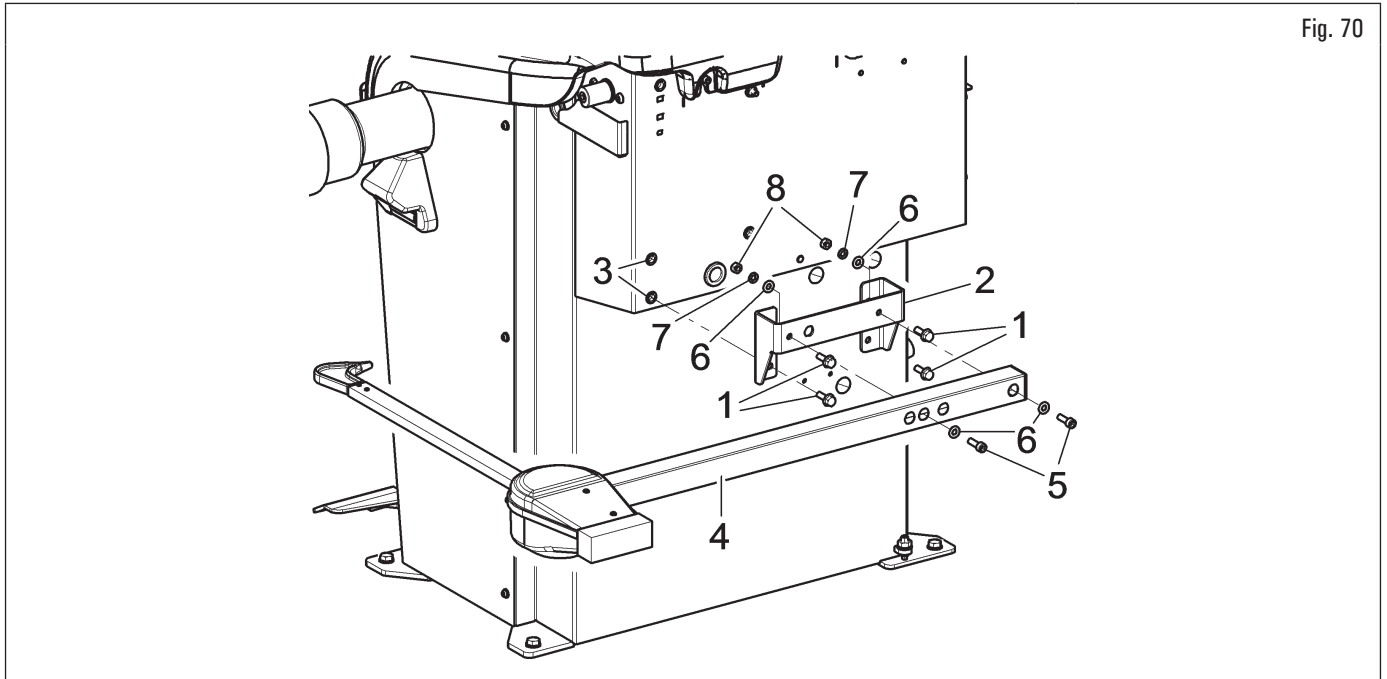
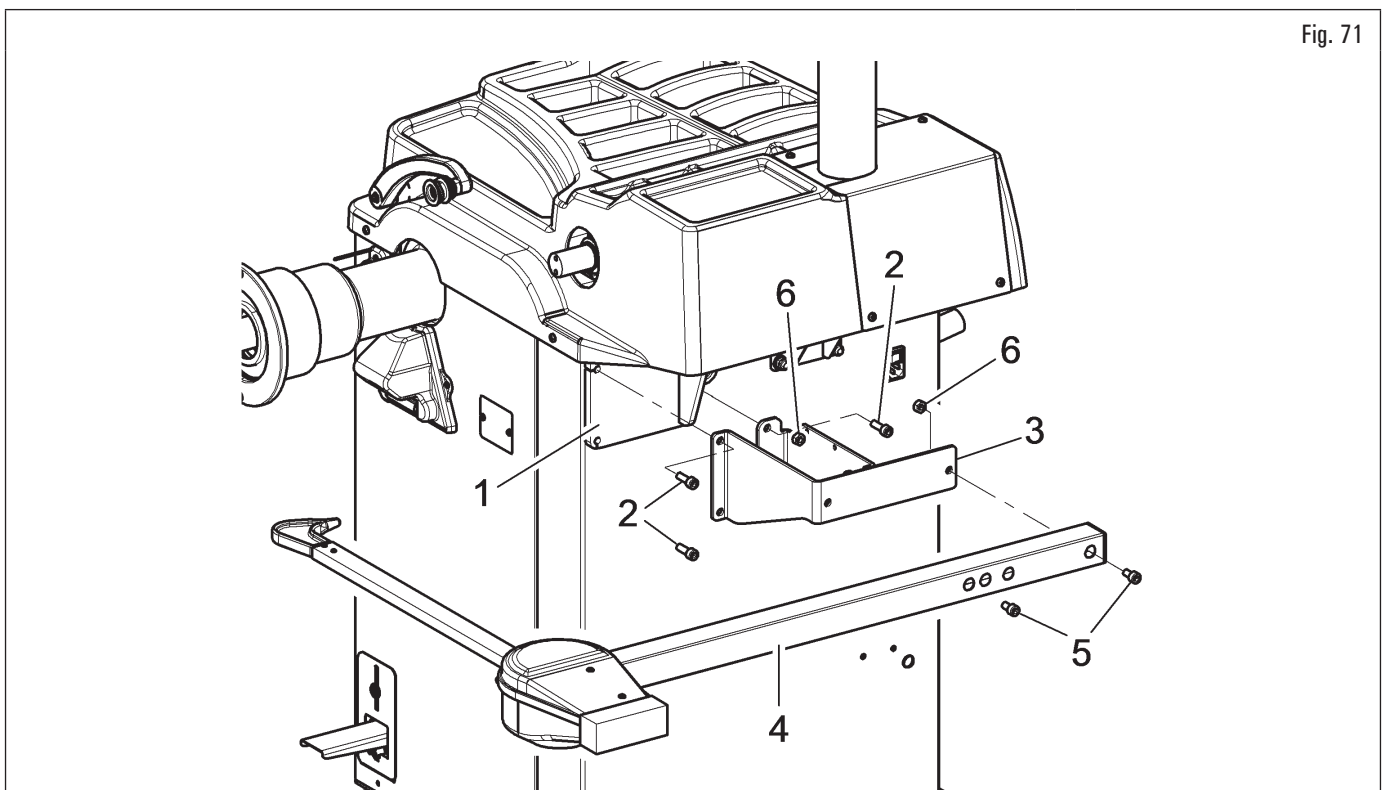
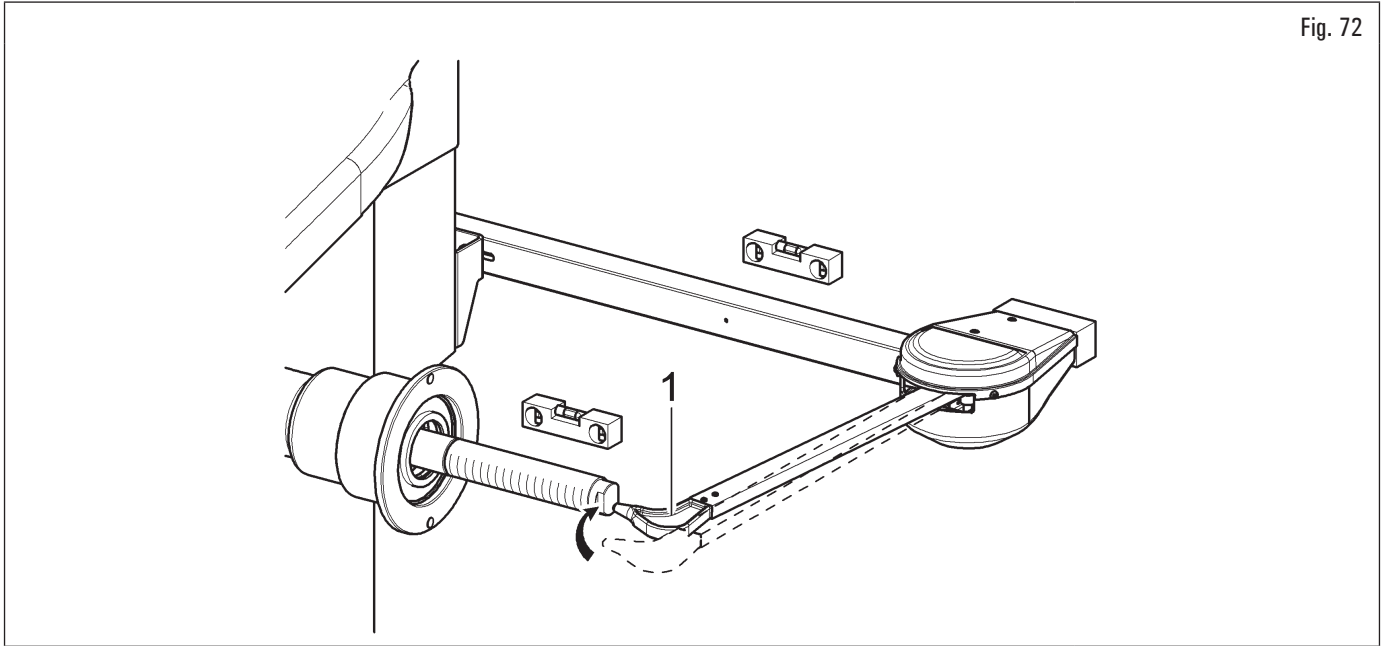

Fig. 70
Fig. 71
Fig. 72
1. Visser les 4 vis (Fig. 70 réf. 1) à la bride de la tige (Fig. 70 réf. 2) et aux rivets filetés (Fig. 70 réf. 3) placés sur le châssis de l'équipement. Bloquer le bras de la tige (Fig. 70 réf. 4) à la bride (Fig. 70 réf. 2) en vissant les 2 vis appropriées (Fig. 70 réf. 5) et les rondelles (Fig. 70 réf. 6). Bloquer ces vis avec les rondelles (Fig. 70 réf. 6), les rondelles élastiques (Fig. 70 réf. 7) et les écrous (Fig. 70 réf. 8) afin que le mandrin et le bras de la tige soient au même niveau (voir Fig. 72);
1. Dévisser les vis de fixation du support balancier (Fig. 71 réf. 1), en faisant bien attention à soutenir le support même. Visser les 3 vis (Fig. 71 réf. 2) à la bride de la tige (Fig. 71 réf. 3) et au support balancier (Fig. 71 réf. 1). Bloquer le bras de la tige (Fig. 71 réf. 4) à la bride (Fig. 71 réf. 3) en vissant les 2 vis appropriées (Fig. 71 réf. 5). Bloquer ces vis avec les écrous (Fig. 71 réf. 6) de sorte que le mandrin et le bras de la tige soient au même niveau (voir Fig. 72) ;
2. en fin de montage, assurez-vous manuellement que la pointe de la tige (Fig. 72 réf. 1) est capable de toucher la tête du mandrin ;